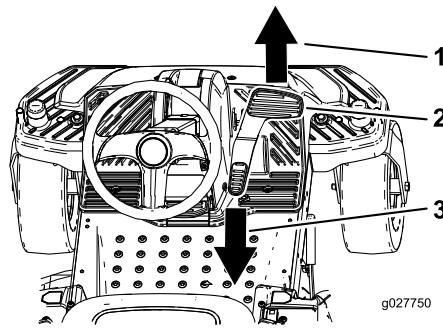

Figura 20
- Ponga el pie sobre el pedal de control de tracción y pise lentamente la parte superior del pedal para desplazarse hacia adelante, o presione la parte inferior del pedal para desplazarse hacia atrás (Figura 20).